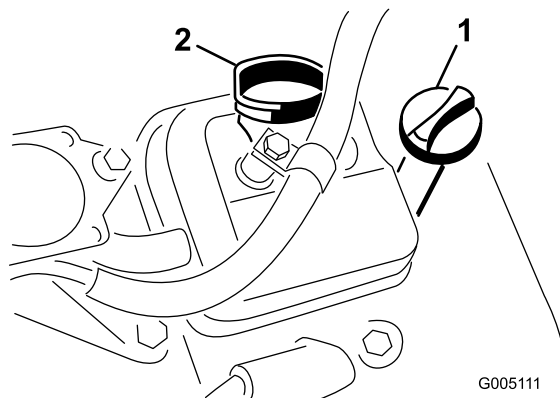

図 25
2. ディップスティックを抜き、ウェスで一度きれいに拭く。ディップスティックを、チューブの根元までもう一度しっかりと差し込む（図 25）。